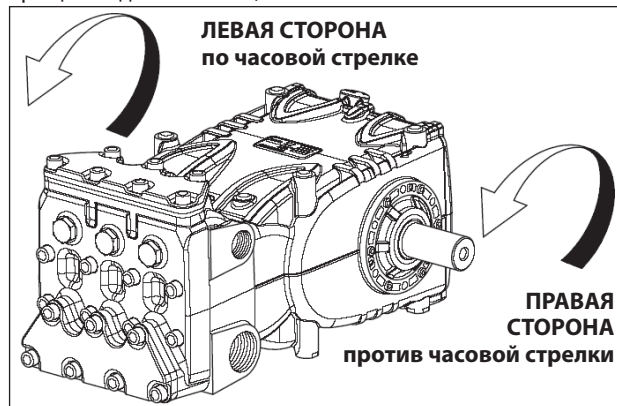

Рис. 5
Если стоять перед торцом насоса, то направление вращения должно быть, как на Рис. 5.
**ПРИМЕЧАНИЕ** На Рис. 5 изображена правосторонняя версия.